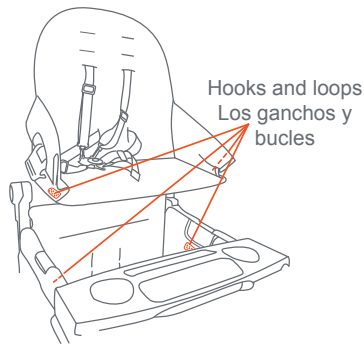

Fig. 7j
• Fasten the hooks and loops on the side of the child seats to the inside of the wagon frame (Fig. 7j).
- Fije los ganchos y las bucles en los laterales de los asientos para niños al interior del marco del vagón (Fig. 7j).